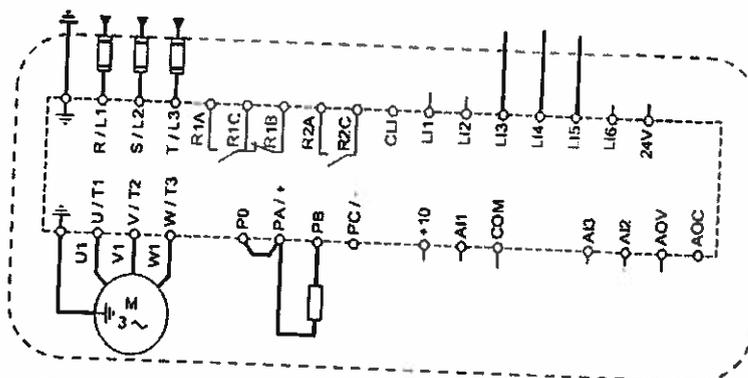

Figure 2 : Variateur de vitesse utilisé pour piloter le moteur
3. Le moteur **M2** permettant la montée et la descente du foret est piloté par un variateur de vitesse en **Rapide** (LI4) et **Lent** (LI5) dans le sens descente et **Rapide** (LI6) dans le sens opposé (montée) par l'API comme le montre la figure 2.